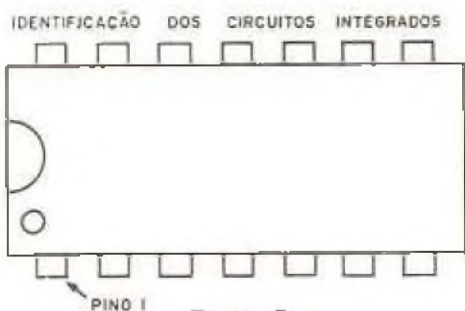

Figura 7
a) Os circuitos integrados são diferentes e tem posições certas para serem instalados. Se o leitor quiser pode usar soquetes para estes integrados o que possibilita sua troca com facilidade em caso de necessidade e ainda ajuda a evitar que os mesmos não sejam afetados pelo calor desenvolvido na soldagem. Entretanto, os soquetes implicam num aumento do custo da montagem. Para a soldagem dos integrados em posição observe a sua posição que é dada por uma marca ou ponto feita para indicar o pino 1 (figura 7).